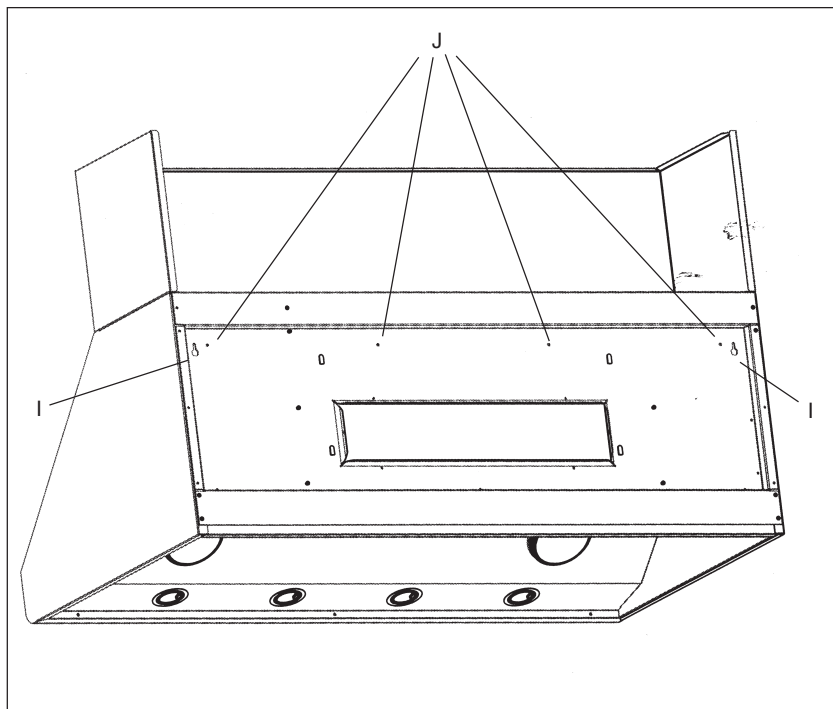

Figure 8
13. Déposer la hotte sur les vis dans la fixation en bois. Utiliser les trous marqués «I» à la figure 8. S'assurer que les fixations en bois s'ajustent dans le retrait au dos de la hotte.
16. Depuis l'intérieur de la hotte, insérer les vis (n° 8 x 5/8 po) par les trous de la hotte dans les fixations en bois. Voir les trous marqués J à la figure 8.